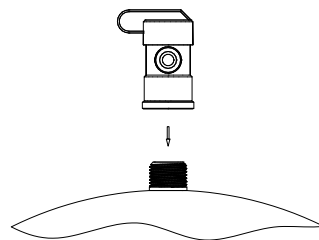

Рис.5
2. Присоединить шаровой клапан бака к вершине бака. Рис.5.